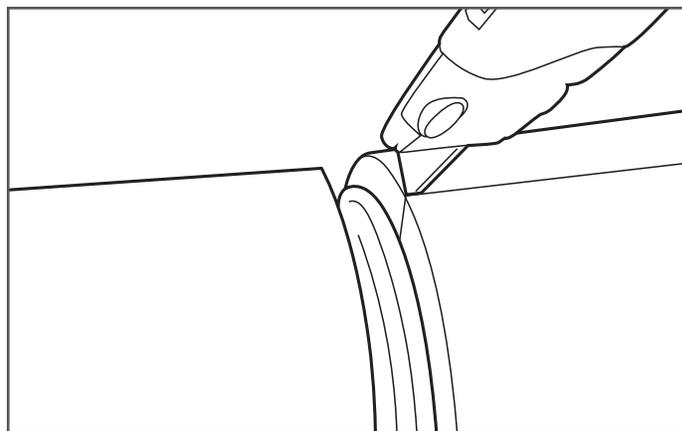

Figure 7-4
5. Découpez délicatement la gaine extérieure avec un couteau universel pour faciliter le retrait. N'entaillez pas le tuyau DoubleTrac® (Figure 7-4).